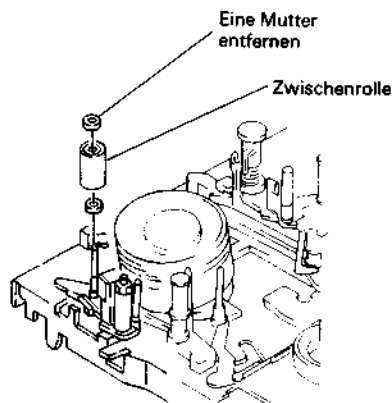

Abb. 2.80 Ausbau der Zwischenrolle
Ausbau der Zwischenrolle (Abb. 2.80)
2. Eine (1) Mutter lösen und die Zwischenrolle herausziehen (siehe Abb. 2.80).